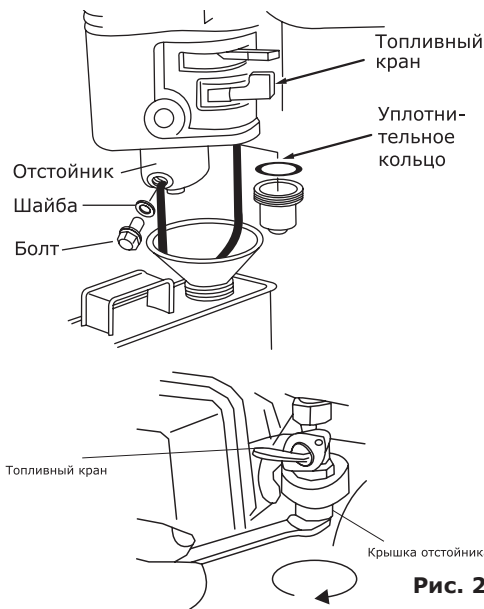

Рис. 26
- Отверните болт крышки отстойника, расположенный снизу топливного крана при помощи ключа (рис. 26);